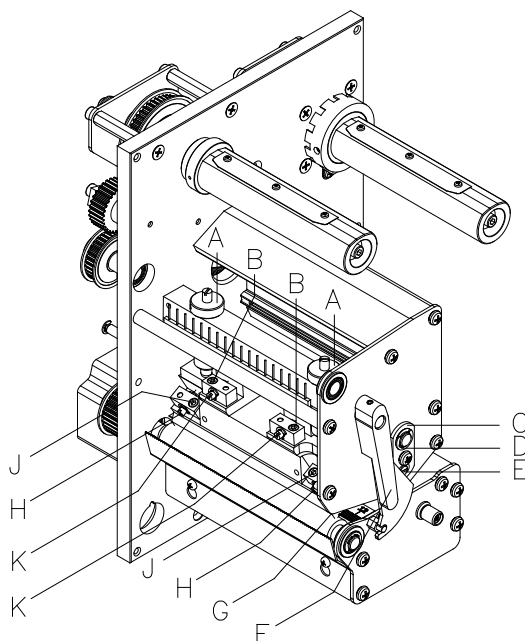

Figura 12
Si tras regular el paralelismo no se consiguiera que la anchura de la impresión fuese regular, se puede igualar con la ayuda de una placa de fijación (C, **Figura 12**) como se explica a continuación:
1. Afloje el tornillo (D, Figura 12) girándolos aprox. ¼ de vuelta.
2. Gire la clavija excéntrica (E, Figura 12) para ajustar una impresión igualada. Continúe ajustando el cabezal de impresión hasta que la impresión en el text salga igualada.
3. Coloque de nuevo los tornillos (D, Figura 12).
1. Gire los tornillos de presión (A, Figura 12) para modificar la presión del cabezal de impresión.
2. Gire los tornillos de presión (A, Figura 12) en el sentido de las agujas del reloj hasta que llegue al tope, se consigue un incremento de presión de 10N respecto al ajuste inicial de fábrica.
3. Gire los tornillos de presión (A, Figura 12) hacia el tope derecho, girándolo en dirección contraria a las agujas del reloj, se obtendrá el valor de regulación de fábrica.